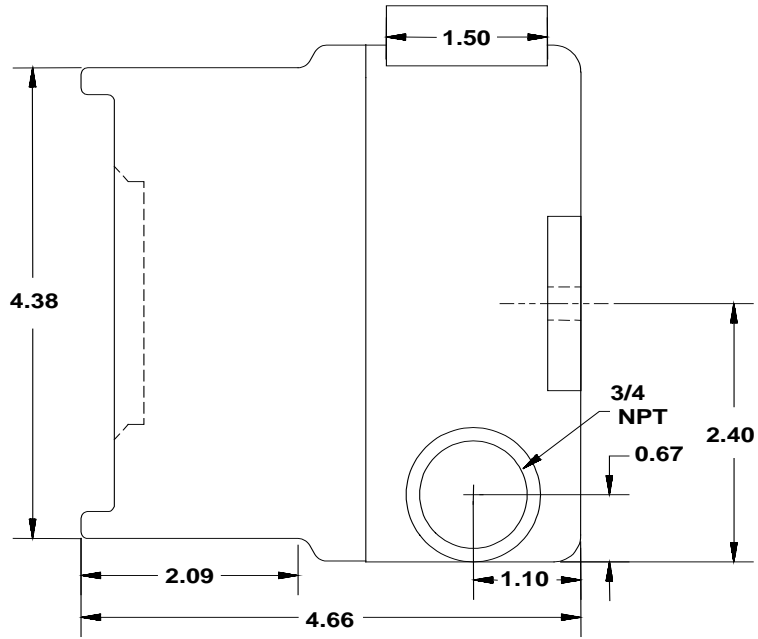

Abbildung 6: Verdrahtung des SS4-AUV/-AUV2 Detektorgehäuses – Seitenansicht
- Die Kabel durch eine der Kanalzuführungen in der Grundplatte des Metallgehäuses einführen. Siehe Abb. 6.
- a. Die Relaiskabel durch eine der Kanalzuführungen in der Grundplatte des Detektorgehäuses einführen. Siehe Abb. 6.